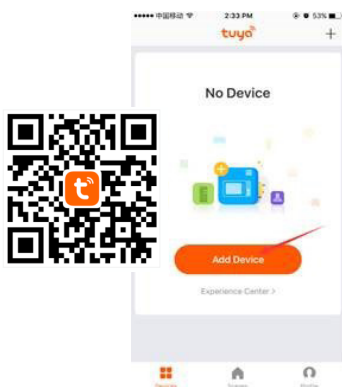

Fig 1
4. Encienda el producto y asegúrese de que esté en un entorno cubierto de WIFI. La luz indicadora parpadeará rápidamente. Si la luz indicadora no parpadea rápidamente, presione el botón  durante 5 segundos y el producto emitirá un sonido "bi", luego vaya a la aplicación, toque "agregar dispositivo" en la parte inferior, como se muestra en la imagen 1